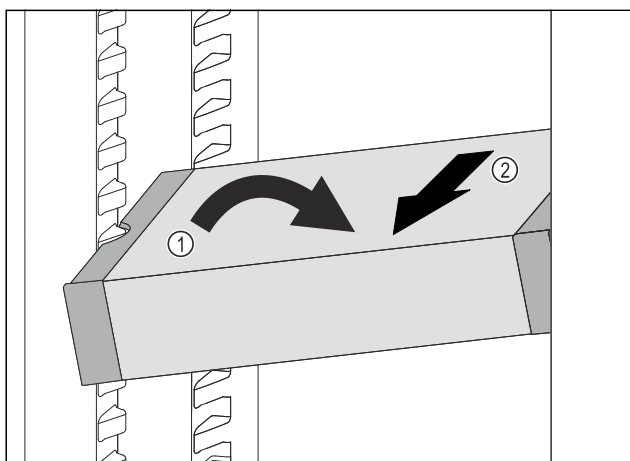

Fig. 199
- Novietojiet VarioSafe slīpi ledusskapja nodalījumā. Fig. 199 (1)
- Izņemiet VarioSafe uz priekšu. Fig. 199 (2)